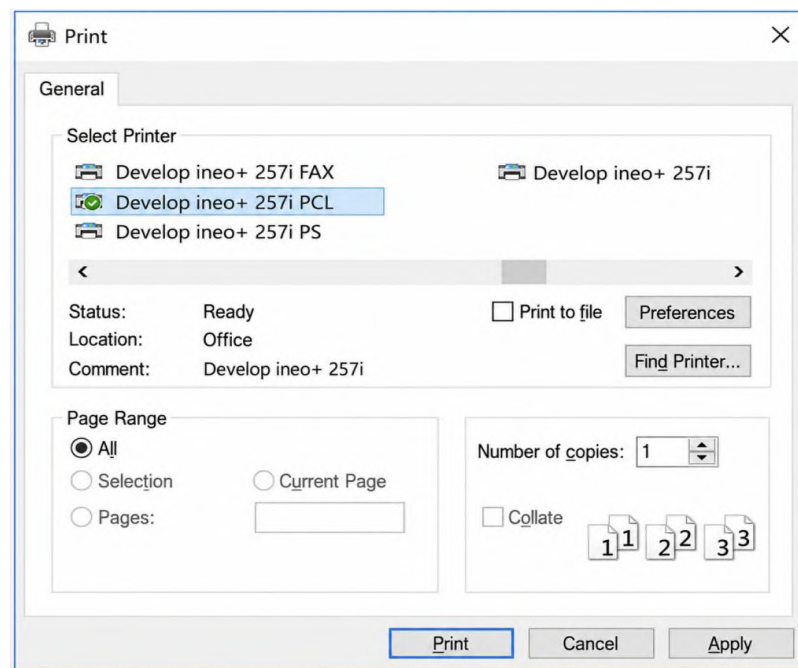

Рисунок 2.7 – Виконання друку тестової сторінки
2. У вікні друку необхідно переконатися, що в полі [Printer Name] або [Select Printer] вибрано саме потрібний пристрій Develop ineo+ 257i. Після цього слід задати діапазон сторінок та кількість копій (див. рис. 2.7).